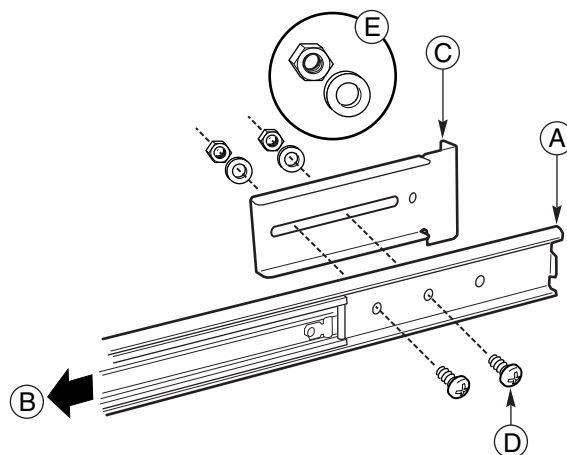

Figura 7 Allineamento corretto di vite, rondella, dado, staffa e gruppo a scorrimento (FR/RL)
2. Estendere il componente intermedio dal componente esterno in modo da avere accesso completo alla parte posteriore del componente esterno. L'elemento B in Figura 7 mostra la direzione in cui è necessario estendere il componente intermedio. Sul lato destro del gruppo a scorrimento, notare che i tre fori delle viti nel componente esterno sono accessibili.
5. Mettere le viti nei due fori anteriori da dentro il componente esterno e avvitare in modo non stretto con una rondella e un dado autobloccante. L'allineamento corretto della vite, della rondella, del dado autobloccante, della staffa e del gruppo a scorrimento viene mostrato in Figura 7.